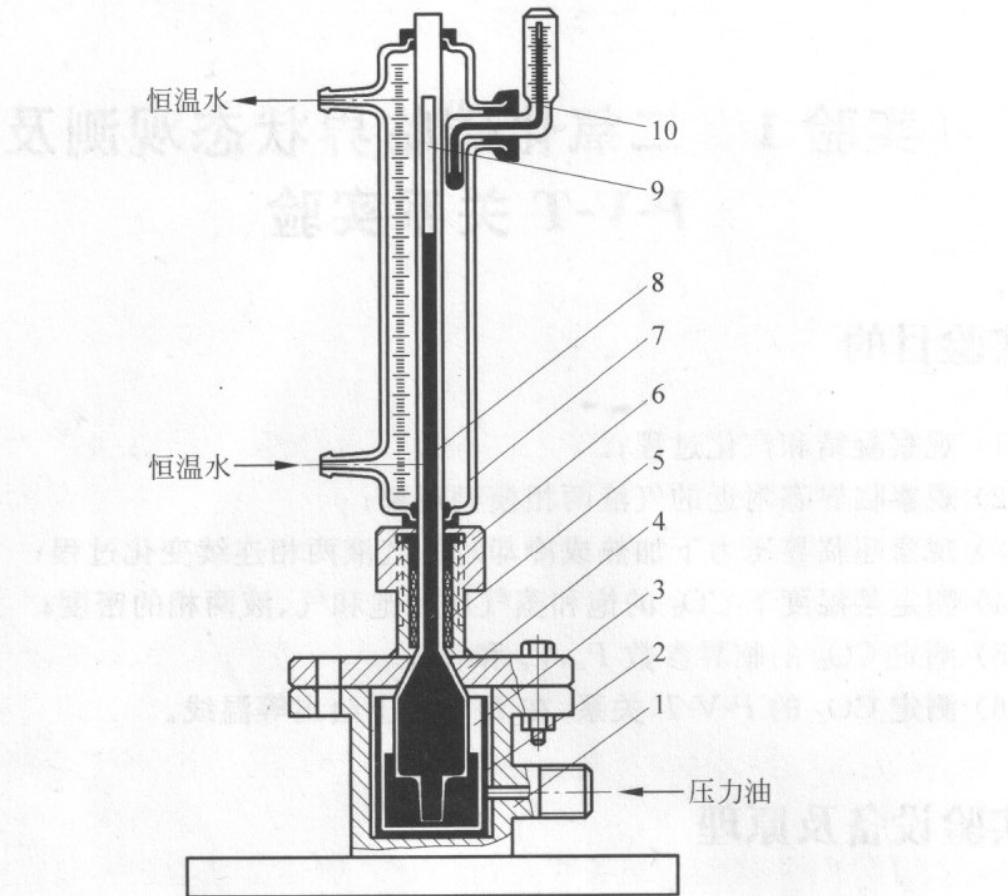

图 1-2 实验台本体
- (2) 实验台本体构成如图 1-2 所示。
(3) 实验时，由压力台送来高压油，进入高压容器和玻璃杯的上半部，压迫水银进入预先装有 CO_2 气体的承压玻璃管，使 CO_2 被压缩，其压力和容积通过压力台上的活塞杆前进或后退进行调节。温度由恒温器给水套的水温来控制。